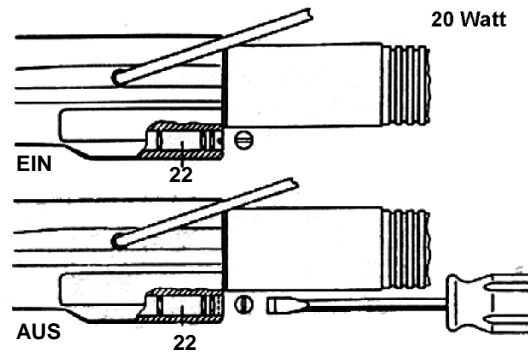

Abb. 11 Abschaltung der Schraubenansaugung (20 Watt)
- bei Baugröße 20 Watt durch ein Verdrehen des Bolzens (22) (siehe Abb. 11).